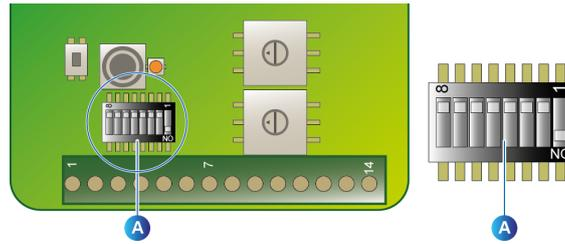

Imagen 48: configuración del microinterruptor en el *OLCT 80*.
- Coloque los microinterruptores como se muestra a continuación (Imagen 48, A) en la tarjeta inalámbrica de cada *OLCT 80*.